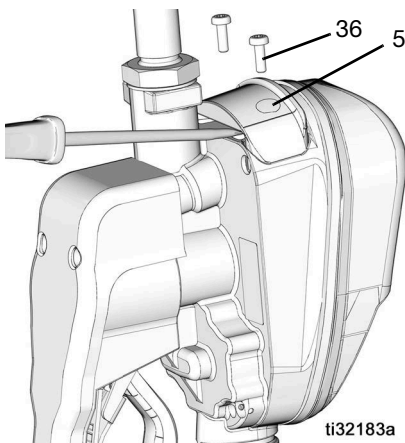

ABB. 47
1. Die Schrauben (36) aus der Batterie-fachabdeckung (5) heraus-schrauben.
2. Mit einem kleinen, flachen Schraubenzieher die Abdeckung vorsichtig vom Gehäuse des Dosierventils mit Mess-anzeige auf der Unterseite der Ab-deckung in der Nähe der Verlängerung abheben, siehe ABB. 47.